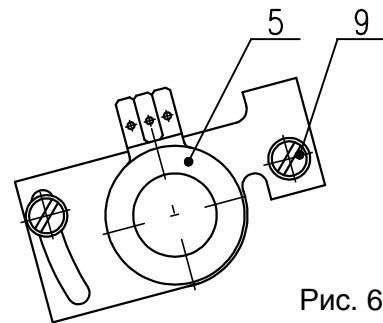

Рис. 6
- После установки ЭП кулачки зафиксируйте центральной гайкой с накаткой и контрагайкой (23).
4.3 Установка датчика сопротивления (рис.6)
- Установите датчик сопротивления на основании инструкций в предыдущей главе так, что величину сопротивления измеряйте на клеммах X-Y (рис.6). (употреблен датчик с сопротивлением 100W)
- Поворачиванием устанавливающегося триммера ZERO (рис.6) установите величину выходного сигнала тока, измеряемого на клеммах 81-82, на величину 4 мА.